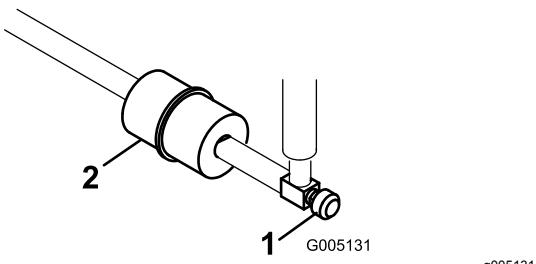

Figura 51
Existe um filtro no interior da tubagem de combustível, situado entre o depósito de combustível e o carburador (Figura 51). O filtro deve ser substituído a cada 800 horas de funcionamento ou com maior frequência se o fluxo de combustível não for o esperado. Certifique-se de que a seta existente no filtro se encontra dirigida para longe do depósito de combustível.
1. Feche a válvula de bloqueio do combustível, liberte a braçadeira de tubos que se encontra no carburador, na zona do filtro e retire a tubagem de combustível do filtro (Figura 51).
2. Coloque um recipiente de drenagem debaixo do filtro, liberte as restantes braçadeiras de tubos e retire o filtro (Figura 51).